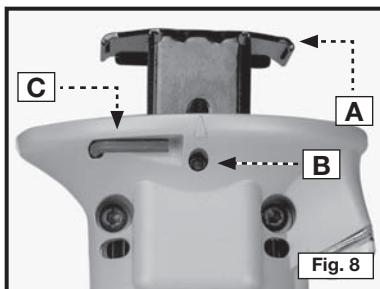

Fig. 8
L'outil à découper est pourvu d'une semelle (A) Fig. 8 qui peut être réglée de manière à offrir le niveau désiré d'exposition de la mèche. Une clé hexagonale (C) Fig. 8 est rangée dans le boîtier de l'outil à découper (la même clé utilisée pour serrer les vis de retenue de mèche). Utilisez l'ongle de votre pouce pour faire tourner la clé hexagonale en sens horaire; en direction opposée au boîtier de l'outil. Saisissez la clé et tirez-la hors de sa pochette de rangement. Utilisez la clé hexagonale pour desserrer la vis (B) Fig. 8 en tournant en sens anti-horaire. Déplacez la semelle à la position désirée et serrez la vis fermement.